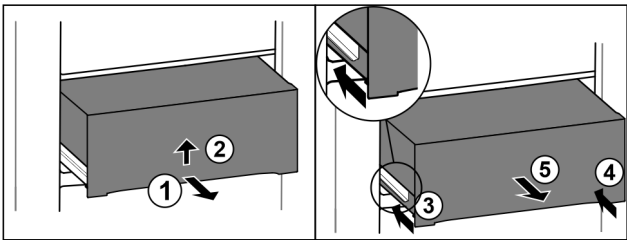

Fig. 57
- Estrarre il cassetto a metà Fig. 57 (1).
- Sollevare il cassetto nella parte inferiore Fig. 57 (2).
- Inserire la guida a sinistra Fig. 57 (3).
- Inserire la guida a destra Fig. 57 (4).
- Rimuovere il cassetto tirandolo in avanti Fig. 57 (5).